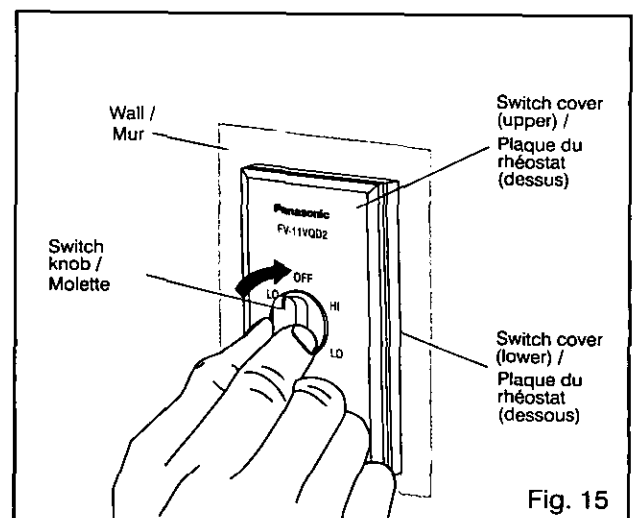

Fig. 15
13. Insert the switch knob. (Fig. 15)
13. Insérez la molette au rhéostat. (Fig. 15)